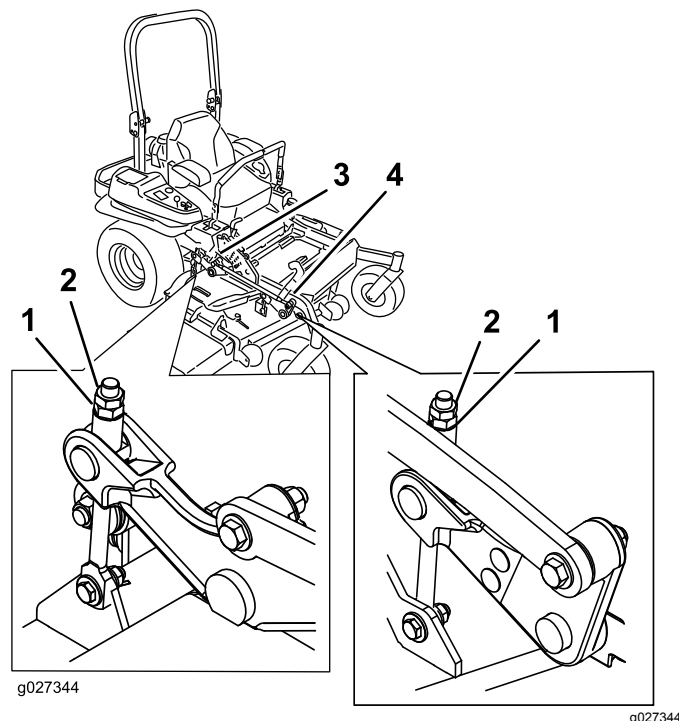

Figura 101
10. Gire la tuerca de ajuste del conjunto de elevación de la carcasa delantera para modificar la altura (Figura 101).
16. Gire el tornillo de ajuste hasta obtener una altura de 8.3 cm ($3\frac{1}{4}$ ") (Figura 101).